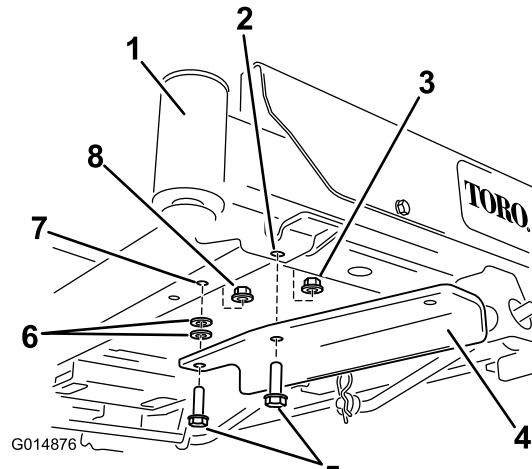

Figure 6
- Pour les machines sans pédale d'aide au relevage, fixez le support au moyen de deux boulons (3/8 x 1-1/4 pouces), deux rondelles et deux contre-écrous (3/8 pouce) (Figure 6). Un contre-écrou provient des pièces détachées et l'autre est réutilisé après a été déposé.